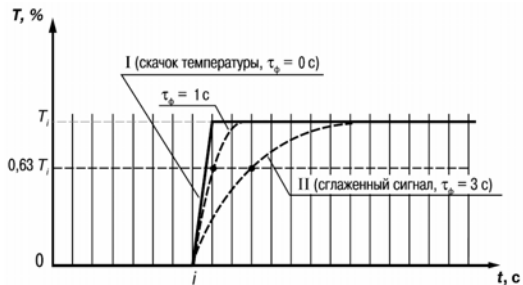

Рисунок 3.5
3.1.4.4.3 Цифровой фильтр устраняет шумовые составляющие сигнала, осуществляя его экспоненциальное сглаживание. Основной характеристикой экспоненциального фильтра является  $\tau_\Phi$  – постоянная времени цифрового фильтра, параметр  $\bar{c}nF1$  ( $\bar{c}nF2$ ) – интервал, в течение которого сигнал достигает 0,63 от значения каждого измерения  $T_i$  (рисунок 3.5).